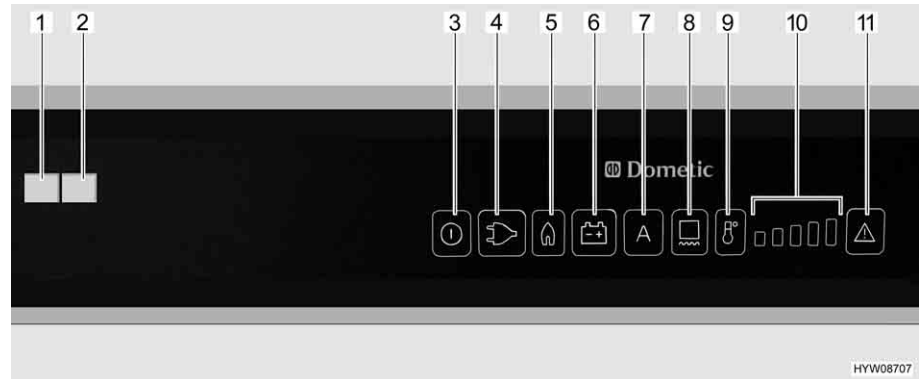

Bild 195 Bedienelemente für den Kühlschrank (Dometic RMD)
Wenn der Betriebsmodus "AES" eingestellt ist, **keine** 230-V-Versorgung angeschlossen und der Fahrzeugmotor **ausgeschaltet** ist, wählt das AES die Gasversorgung. Beim Anwählen des Gasbetriebs wird die Zündsicherung automatisch geöffnet, so dass Gas zum Brenner strömen kann. Gleichzeitig wird der elektronische Zünder eingeschaltet. Erlischt die Gasflamme, z. B. durch einen Luftzug, wird der Zünder sofort aktiviert und zündet das Gas wieder an. Bei Störung im Gasbetrieb blinken die Leuchttasten "Gas" (Bild 195,5) und "Störung" (Bild 195,11). Die Kontroll-Leuchte "Störung" (Bild 195,1) leuchtet und es ertönt 20 Sekunden lang ein akustischer Alarm.
Nach dem Einschalten wählt der Kühlschrank automatisch die mittlere Thermostateinstellung. Diese Einstellung kann manuell mit der Taste Temperaturstufenauswahl (Bild 195,9) nachgeregelt werden. Die Kontroll-Leuchten (Bild 195,10) zeigen die gewählte Thermostateinstellung an. Mit der Taste Temperaturstufenauswahl wird die Kühltemperatur für alle drei Energiearten eingestellt. Es dauert einige Stunden, bis der Kühlschrank die normale Betriebstemperatur erreicht hat. Beim Umschalten der Betriebsart wird die Thermostateinstellung beibehalten. Die Kühltemperatur wird unabhängig von der Energieart beibehalten.
- Rahmenheizung für eine Dauer von 2 Stunden einschalten: Taste (Bild 195,8) einmal drücken. Ein Balken der Temperaturstufenanzeige (Bild 195,10) leuchtet.
- Rahmenheizung für eine Dauer von 5 Stunden einschalten: Taste (Bild 195,8) zweimal drücken. Zwei Balken der Temperaturstufenanzeige (Bild 195,10) leuchten.
- Rahmenheizung auf Dauerbetrieb stellen: Taste (Bild 195,8) dreimal drücken. Drei Balken der Temperaturstufenanzeige (Bild 195,10) leuchten.
Die Temperaturstufenanzeige (Bild 195,10) zeigt einige Sekunden lang die Betriebsdauer der Rahmenheizung an.
Bei hohen Außentemperaturen und hoher Luftfeuchtigkeit kann es zur Wassertropfenbildung am Metallrahmen des Frosterfachs kommen. Deshalb ist der Kühlschrank mit einer Rahmenheizung für das Frosterfach ausgestattet. Bei hohen Temperaturen und hoher Luftfeuchtigkeit die Rahmenheizung über die Taste (Bild 195,8) einschalten. So lässt sich Korrosion vermeiden. Wenn die Rahmenheizung eingeschaltet ist, leuchtet die Leuchttaste (Bild 195,8).
- Taste Ein/Aus (Bild 195,3) etwa 2 Sekunden lang drücken. Der Kühlschrank schaltet sich ein, die zuletzt eingestellte Energieart oder "AES" wird angezeigt.
- Kühltemperatur mit Taste Temperaturstufenauswahl (Bild 195,9) einstellen. Die Kontroll-Leuchten (Bild 195,10) zeigen die gewählte Thermostateinstellung.
- Taste Ein/Aus (Bild 195,3) etwa 2 Sekunden lang drücken. Der Kühlschrank schaltet sich aus, keine Anzeigen leuchten mehr.